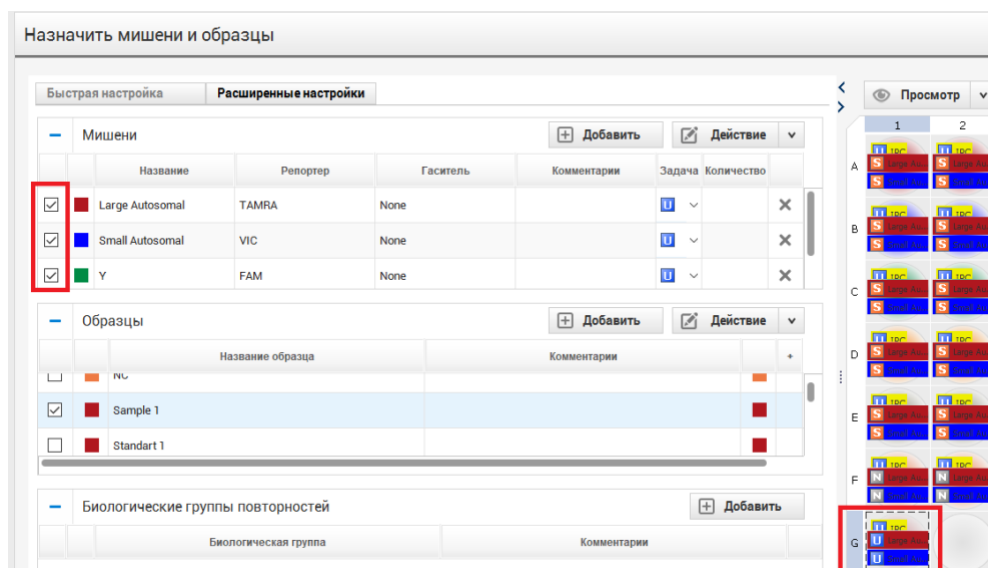

Рисунок 63
6. Назначить мишени для исследуемого образца (рисунок 63).